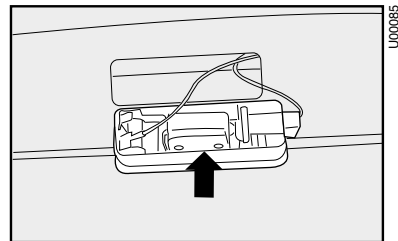

fig. 28
2) Quite el reflector del portalámparas, ejerciendo presión con un destornillador en el punto indicado por la **flecha-fig. 28** y tirando del reflector.